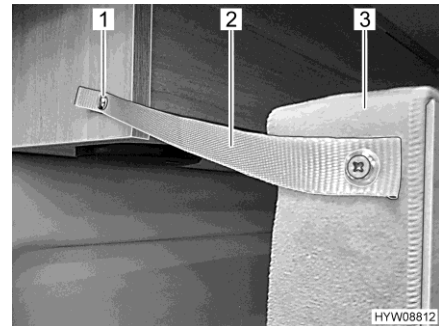

Fig. 56 Fusibile dietro
- Fissare il letto (Fig. 56,3) con la reggetta di sicurezza (Fig. 56,2) e il bottone automatico (Fig. 56,1) all'armadietto a tetto.
- Rilasciare il bottone a pressione (Fig. 56,1) sull'armadietto a tetto.